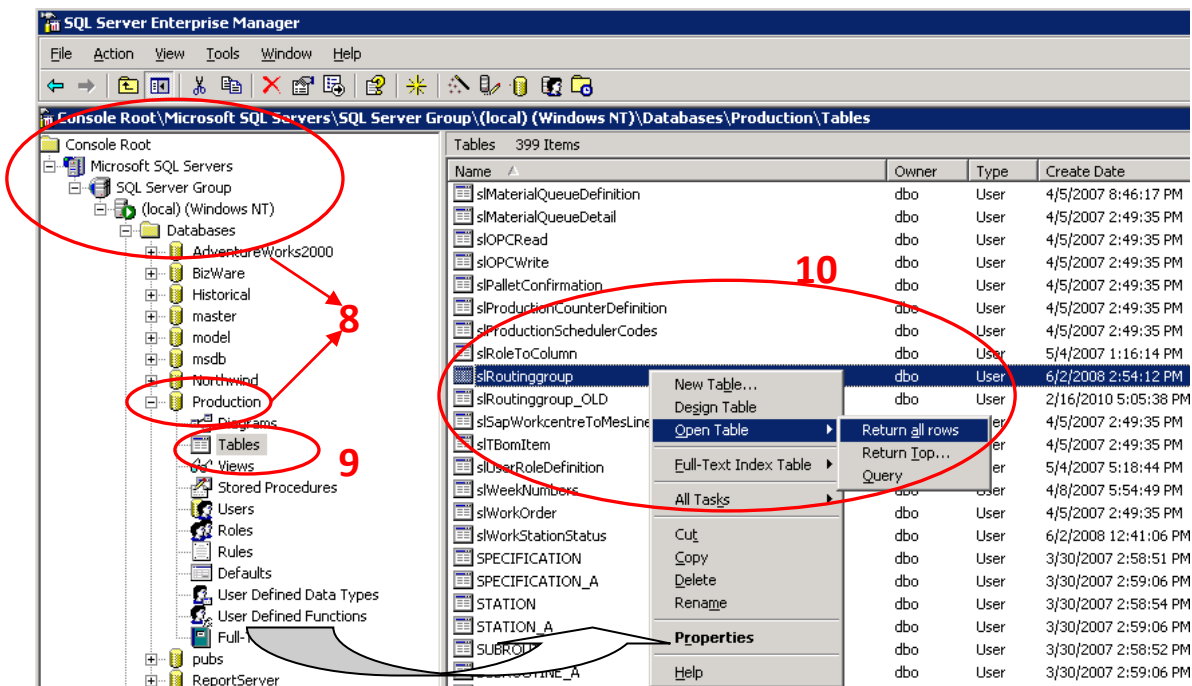

Imagen 64
10. - En la parte derecha de la ventana (**Imagen 64**) buscar **slRoutinggroup**. Hacer clic con el botón derecho y elegir **Open Table**→**Return all rows**: